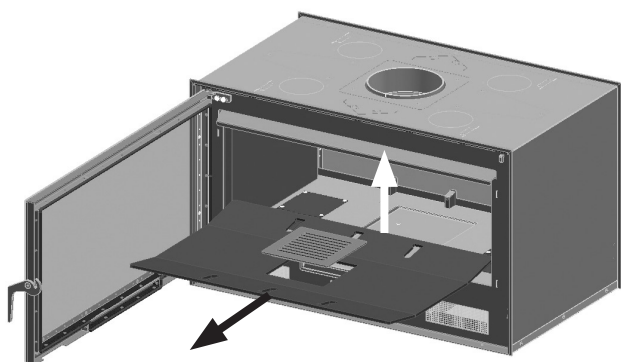

FIG. 9
1. Retirer de l'appareil la grille de fonte et le fond. Faites attention à des parties de vermiculite peuvent se briser. (Fig. 9)